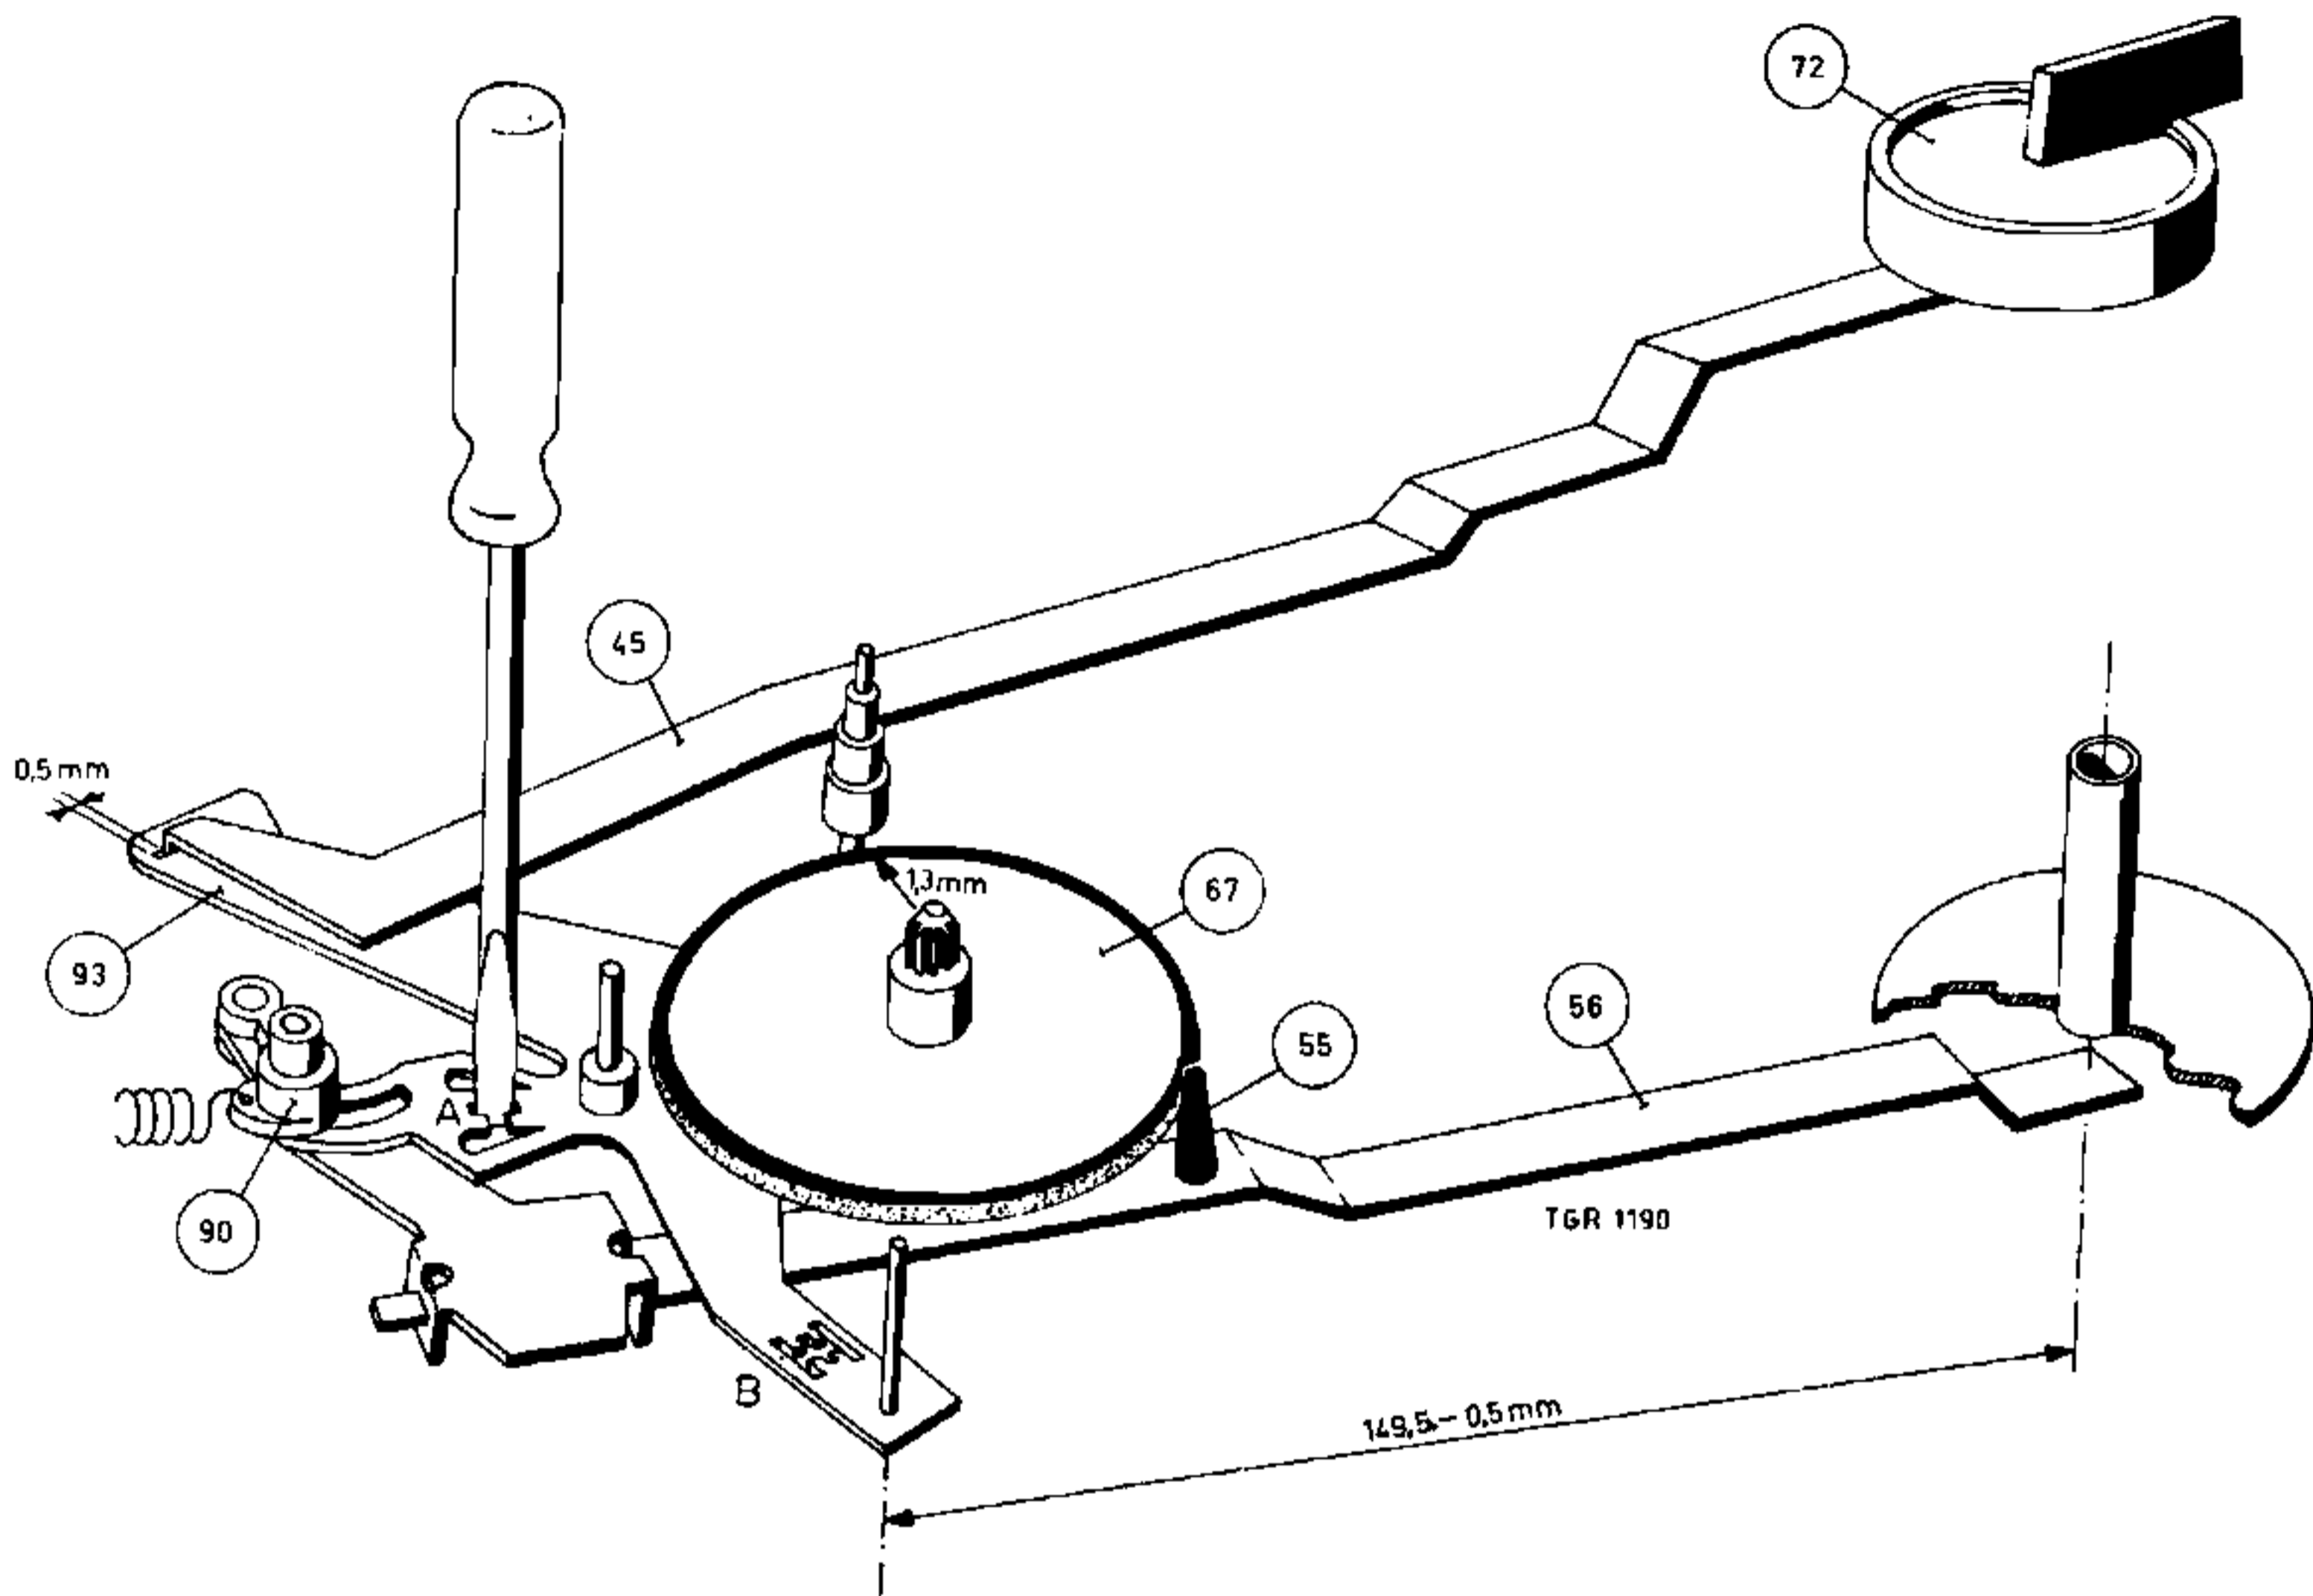

Fig. 8
In uitgeschakelde toestand van het apparaat moet de bedieningsbeugel pos. 45 0,5 mm vrij liggen in het slobgat van draaiplaat pos. 93 (zie fig. 8).
Bij het draaien van de bedieningsknop pos. 72 naar de positie "start" of "stop" moet het aandrijfwiel pos. 67 de motoras $\pm 1,3$ mm naar rechts drukken (zie fig. 8).
Instellen met passende schroevendraaier in gat A van de draaiplaat pos. 93 (zie fig. 8).
Instellen met passende schroevendraaier in gat B van draaiplaat pos. 93 (zie fig. 8).